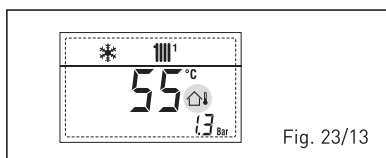

Fig. 23/13
– **INTERVENÇÃO TERMÓSTATO DE SEGURANÇA PRIMEIRA ZONA MISTURADA “ALL 20”** (fig. 23/14)